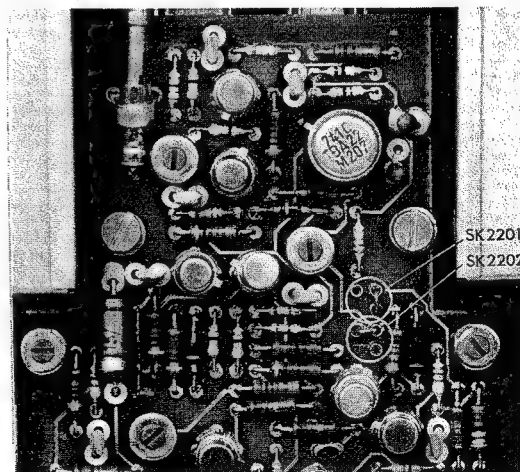

Abb. 3.2.5. Stellung "MITTELWERT" der Drahtbrücken SK2201/SK2202
- Die Drahtbrücken SK2201 und SK2202 auf der Multiplikatorleiterplatte auf "MITTELWERT" stellen (siehe Abb. 3.2.5.).